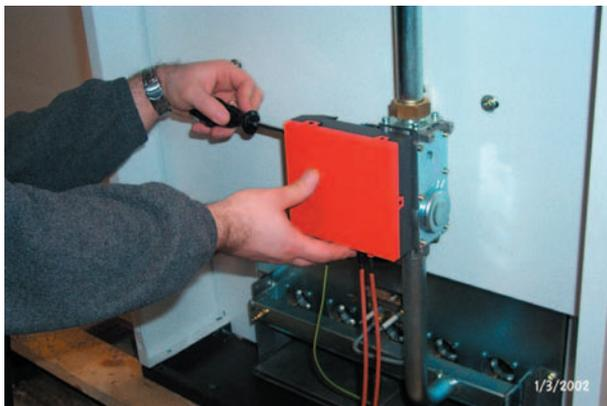

fig. 17
- Soltar los dos tornillos que sostienen la centralita electrónica de control de llama a la válvula de gas (fig. 17) y desconectarla de la misma (fig. 18).